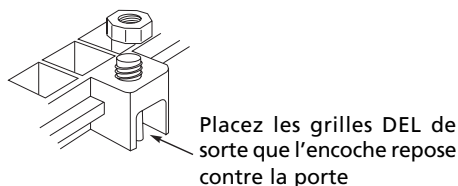

Figure 4, Installation de grille DEL
5. Mettez une des grilles en plastique noir pour les DEL sur les tiges de montage entourant l'aire d'affichage. Placez la grille au centre de l'aire d'affichage de sorte qu'elle maintienne les feuilles de Lexan pendant que vous placez les autres grilles. Fixez avec les écrous fournis. (Voir figure 4 ci-dessous)